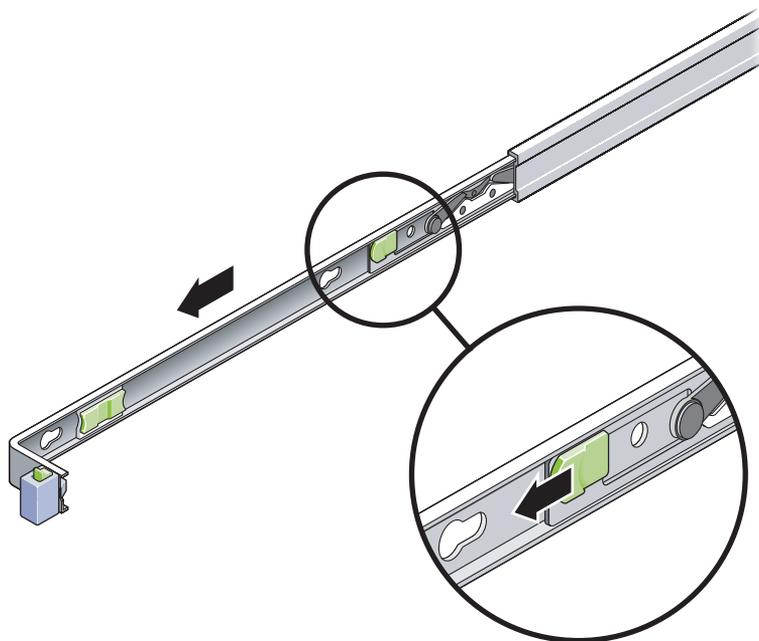

図 2-12 固定部品のリリースボタンの位置
- c. 固定部品のリリースボタンを図 2-12 に示す方向にスライドさせて、固定部品をスライドレールから引き出します。